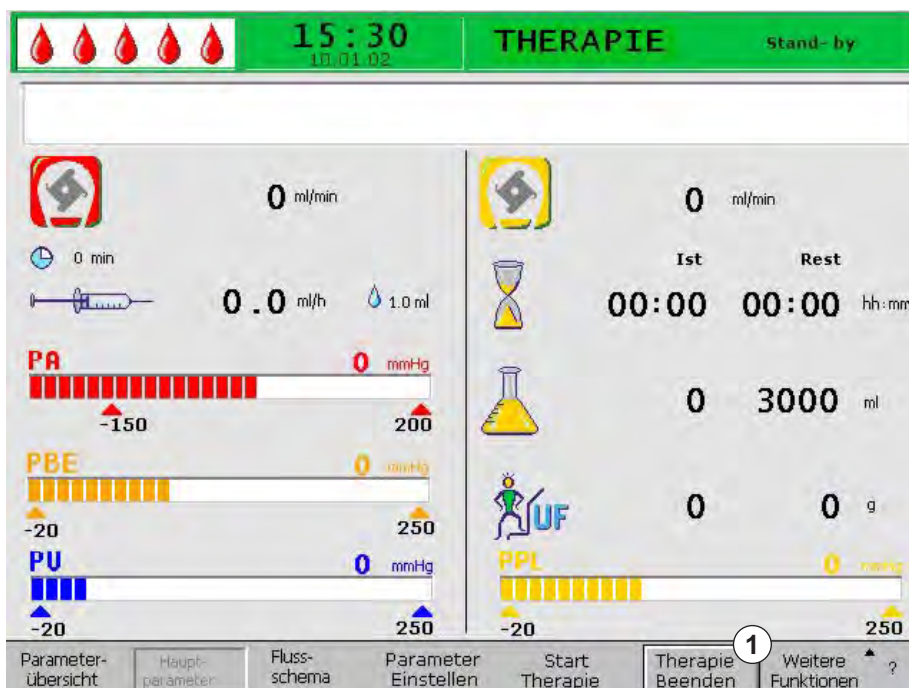

Abb. 7-5 Bildschirm *Hauptparameter* mit Menüpunkt *Therapie Beenden*
Wenn das zu behandelnde Plasmavolumen erreicht ist, schaltet das Gerät in den Stand-by-Modus. Der Blutkreislauf zirkuliert mit dem zuletzt gewählten Blutfluss weiter. Der Cursor steht automatisch auf dem Menüpunkt *Therapie Beenden* in der Menüleiste (Abb. 7-5, ①).